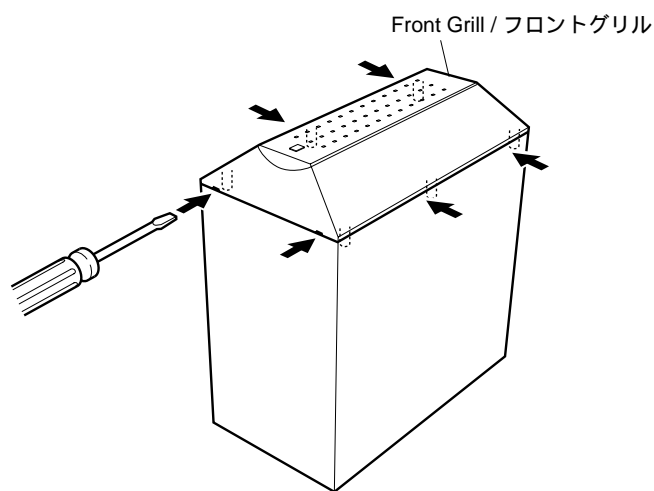

Fig. 1
- a. 底側からマイナスドライバー等を差し込み、フロントグリルを押し上げます。(Fig. 1)